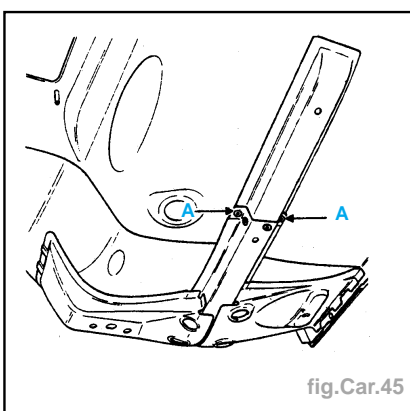
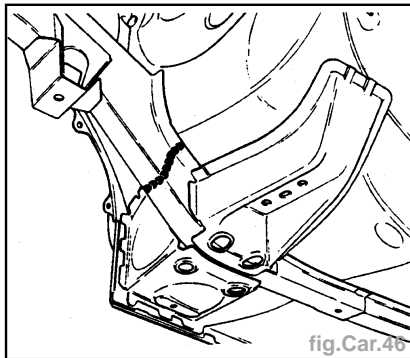

fig.Car.45
fig.Car.46
- Soudure (fig. Car.45).
**Nota.** En (A), points en trois épaisseurs.
- Coupe partielle du longeron (fig. Car.46).